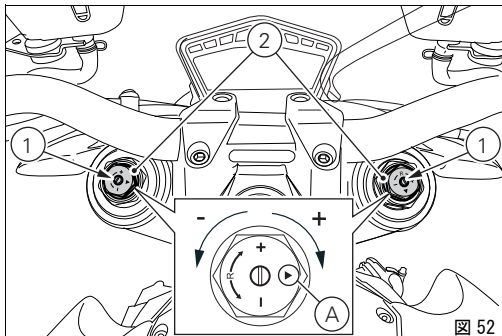

図 52
- 1) 油圧ブレーキのリバウンドダンピング調整 (図 52)；
- 2) インナースプリングプリロード調整 (図 52)；
各フォーク内部のスプリングプリロードを変更するには、全開のポジションから、六角アジャスターナット (2、図 52) を 22 mm の六角レンチで回します (時計周りで)。基準の位置 (A、図 52) から時計回りに一回転すると、スプリングプレロード 1mm に相当し、最大値は 15mm で 3 回転に相当します。